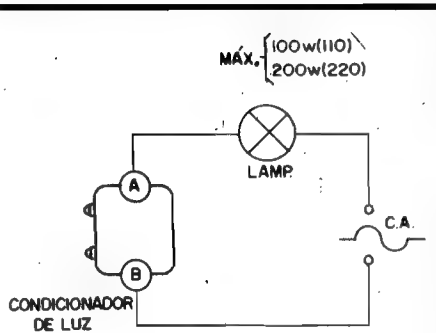

Fig. 13
- FIG. 13 - INSTALANDO O CONDICIONADOR - A instalação do circuito, entre a lâmpada (apenas incandescente, notem...) cujo brilho deva ser "condicionado", e a C.A. local, é muito simples, conforme ilustra o diagrama. Atenção à limitação de Potência da lâmpada, em função da Tensão da rede local... Notem ainda que o posicionamento do par de foto-sensores deve ser estudado, caso a caso, de modo a melhor detectar as condições de luminosidade ambiente, dependendo da sensibilidade e das condições "comportamentais" particulares que se desejem... A determinação do brilho "média" da lâmpada, ou mesmo do seu nível "fixo" de luminosidade pretendido, depende, basicamente, dos valores nominais do capacitor (100n - original) e do resistor (47K - original). Se o Leitor/Hobbysta quiser ter acesso a um controle ou pré-ajuste mais efetivo quanto a tais aspectos, basta substituir o resistor original de 47K por um arranjo em série, composto de um resistor fixo (22K, por exemplo) e um potenciômetro (ou trim-pot) de 100K, através do qual o "ponto" ideal poderá ser obtido, com relativa facilidade... Façam suas experiências e eventuais modificações, que Vocês aprenderão muito, na prática (que é o que vale...).